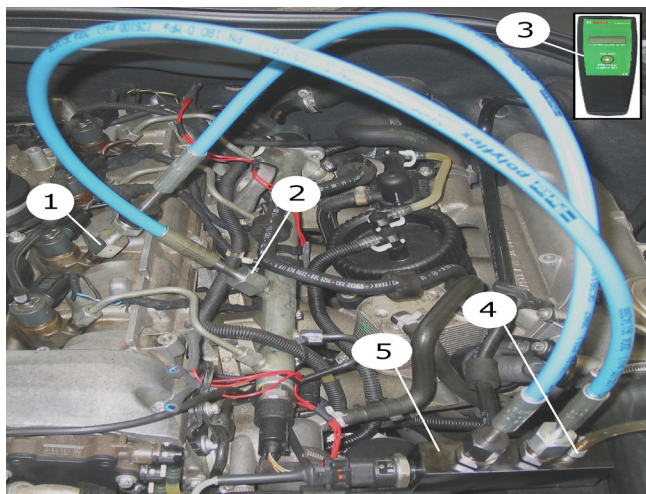

Abb. 16: Anslutningsexempel: jämförelsekontroll av skentryckbehållare (motorn körs på alla cylindrar)
-  Av säkerhetsskäl finns en tryckbegränsningsventil installerad i tryckbehållaren (fig. 16, pos. 5) som begränsar trycket till 180 MPa. Anslut alltid den medföljande slangen till anslutningen (fig. 16, pos. 4) på tryckbehållaren och led den till en lämplig uppsamlingsbehållare för dieselbränsle.
3. Anslut den första 180 MPa-slangen (fig. 16, pos. 2) med tillhörande anslutningsadapter, vinkel, mutter och tryckring (vänstergängad) till skenan och tryckbehållaren (fig. 16, pos. 5).
4. Anslut den andra 180 MPa-slangen (fig. 16, pos. 1) med tillhörande anslutningsadapter, vinkel, mutter och
tryckring (vänstergängad) till insprutaren och tryckbehållaren (fig. 16, pos. 5).
6. Anslut anslutningskabeln till den digitala tryckmätaren (fig. 16, pos. 3) och skentryckbehållaren på tryckmodulen (fig. 16, pos. 5).